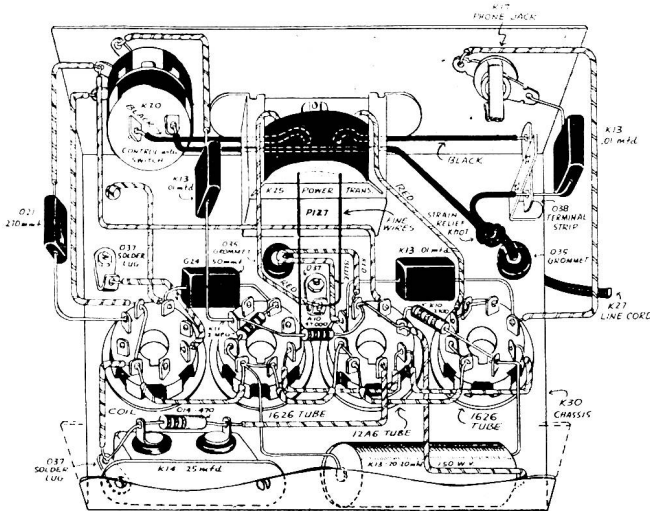

Fig. 4 Unteransicht des montierten und verdrahteten Chassis. (Die eingezeichneten Nummern beziehen sich auf die Stückliste.)
**Verdrahtung.** Mit der Verdrahtung darf erst begonnen werden, wenn alle Teile gut befestigt sind. Die Drähte können dann in beliebiger Reihenfolge gemäss Fig. 4 eingelötet werden. Dabei ist zu beachten: